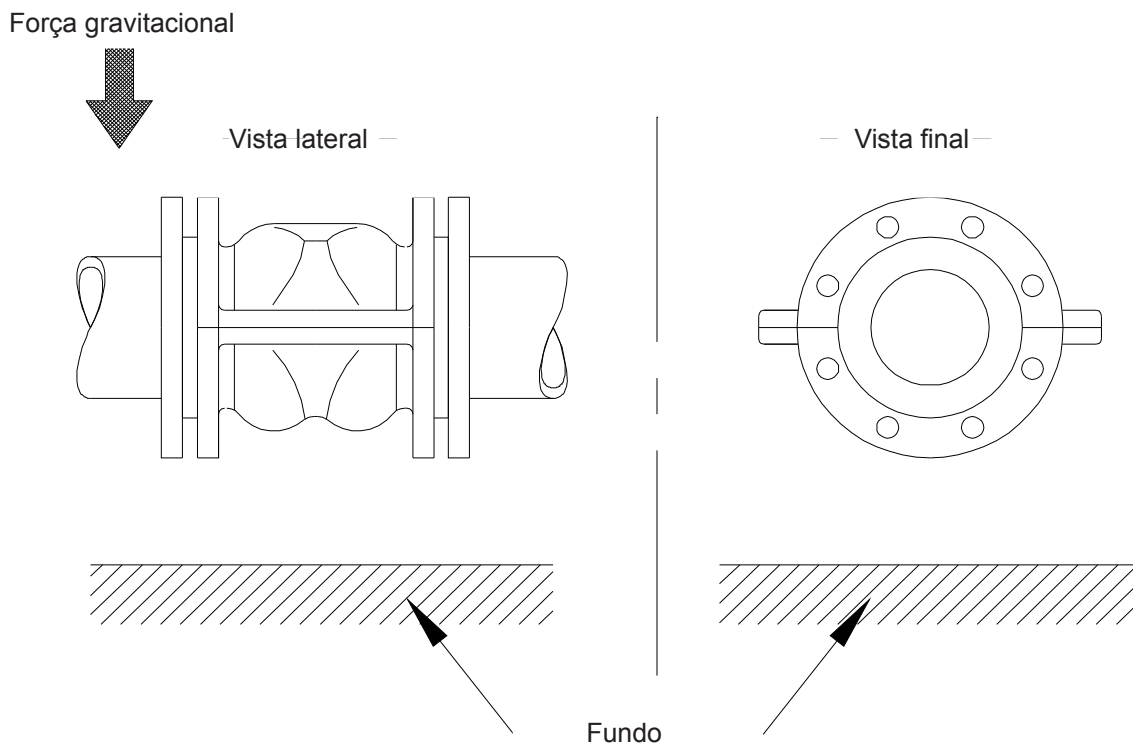

Figura 2-2: Alinhamento na montagem numa tubulagem horizontal
- 3) Na montagem numa tubulagem de direcção horizontal, deve-se certificar de que a válvula seja montada com a folga em posição horizontal. Numa tubulagem vertical, a válvula RVA pode ser montada em qualquer posição de montagem (ver Figura 2-2). E o meio pode passar pela válvula.